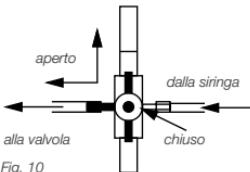

Fig. 10
- Con il tubicino in silicone immerso nel bagno d'acqua girare il rubinetto a tre vie in modo da isolare la siringa dal manómetro (cfr. la Fig. 10).
- Quindi mantenere un cauto flusso attraverso la valvola e girare il rubinetto a tre vie come illustrato nella Fig. 10 in modo da